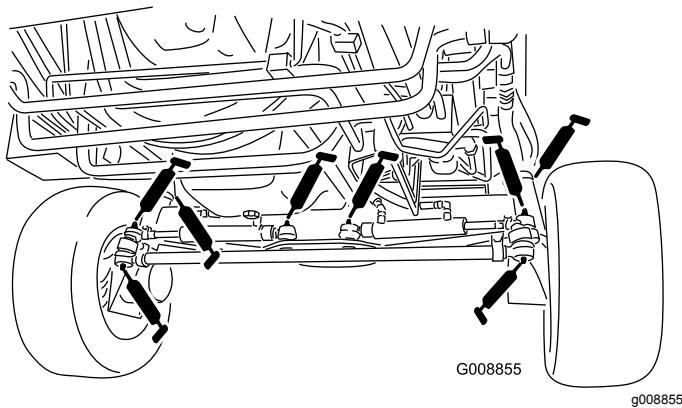

Figure 70
- 4 rotules de vérin de direction (Figure 70)
- 2 rotules de biellettes (Figure 70)
- 2 bagues de pivots de fusées (Figure 70)